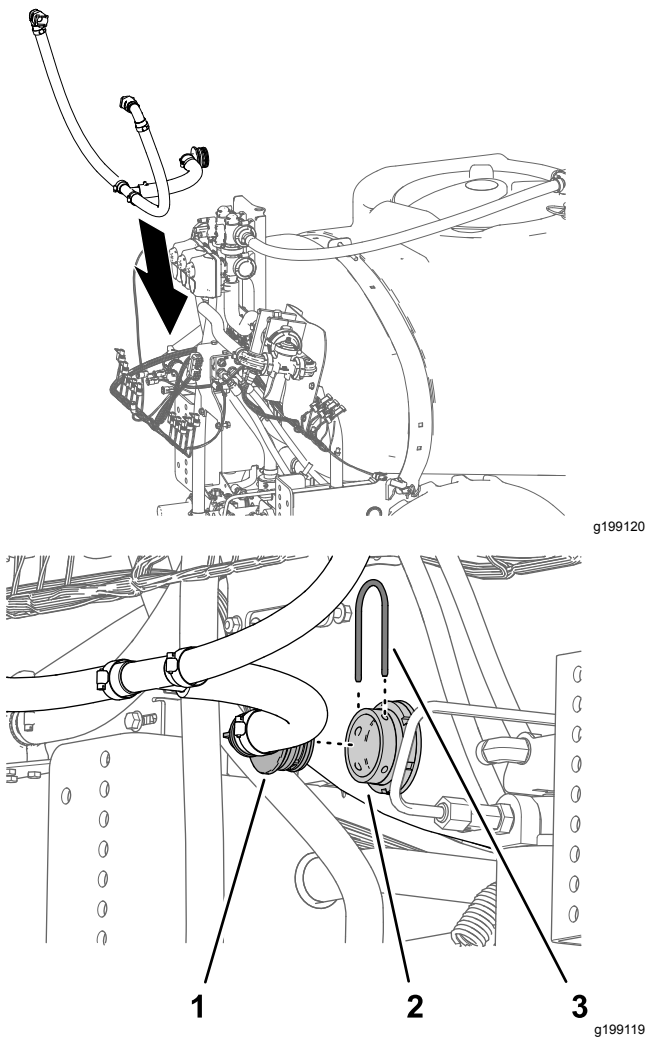

図 93
1. バイパスホースアセンブリを液剤タンクにセットする 図 93。